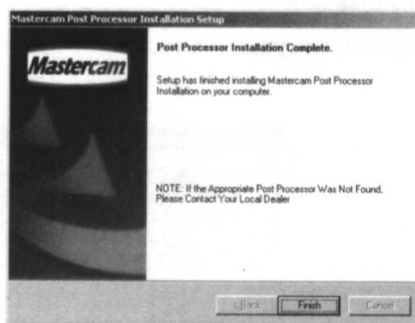

图 1-22
(14) 显示 Post Processor Installation Complete (后处理安装完成)对话框,如图 1-22 所示。单击“Finish”(完成)按钮。